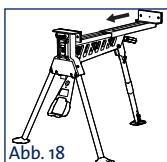

Abb. 18
2. Drehen Sie die bewegliche Klemmbauste um 180° um und setzen Sie sie wieder ein. Siehe Abb. 18.
2. Rotate the moving jaw 180° and re-assemble. See fig 18.